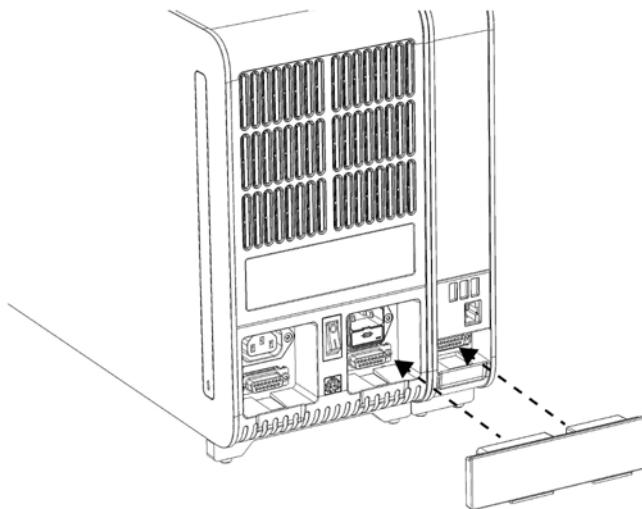

Рис. 8. Підключення з'єднувального моста аналітичного й операційного модулів.
5. Підключіть з'єднувальний міст операційного й аналітичного модулів на задній панелі аналізатора КВІАстат-ДКс (QIAstat-Dx) 1.0, щоб об'єднати ці модулі (рис. 8).